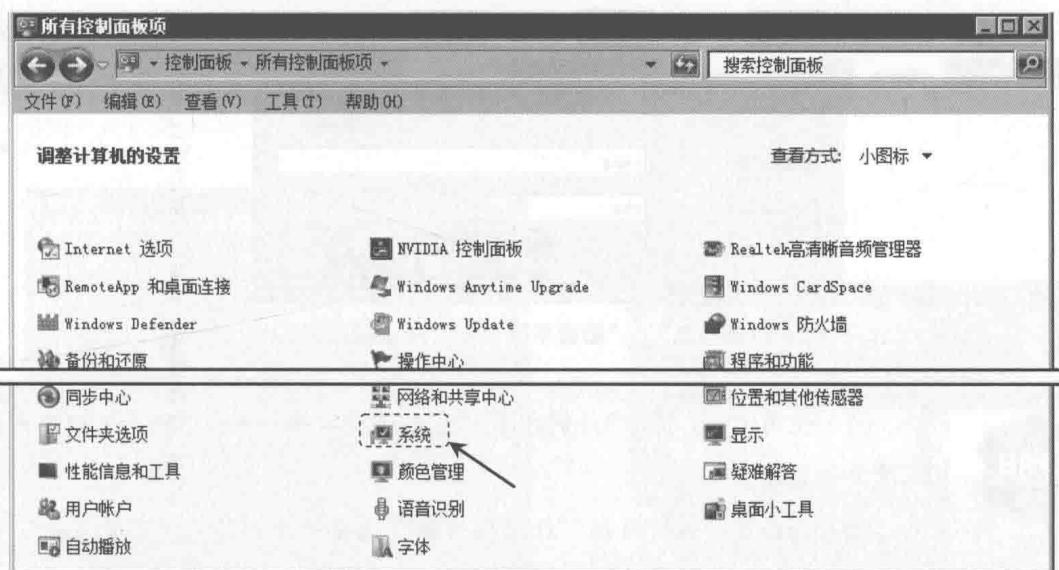

图 1.2.1 “所有控制面板项”对话框
- 步骤 02 在“所有控制面板项”对话框的**查看方式:** 下拉列表中选择 **小图标(S)** 选项，结果如图 1.2.1 所示；单击 **系统** 选项。